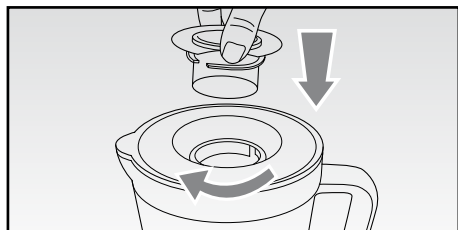

Fig. 5
- Chiudere il foro superiore del coperchio (B) inserendo l'apposito tappo (A) ruotandolo in senso orario (Fig. 5).
- Mettere in funzione l'apparecchio ruotando la manopola di funzionamento (F) in senso orario fino al primo scatto (bassa velocità) o al secondo scatto (alta velocità) per azionare le lame.